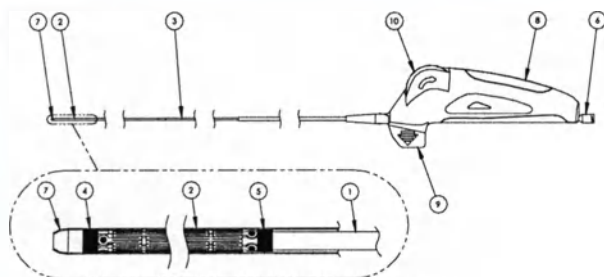

Figura 1: Sistema de aplicación EverFlex Entrust™
El sistema de aplicación Entrust se muestra en la Figura 1. Tiene un diseño de eje triaxial compuesto de un eje interno (1), una vaina externa retraíble (2) y una vaina asistida (3) para facilitar la utilización durante el despliegue. La manilla de despliegue ergonómica (8) tiene un cierre de seguridad de quita y pon (9), una rueda de despliegue (10) y un cubo luer (6).